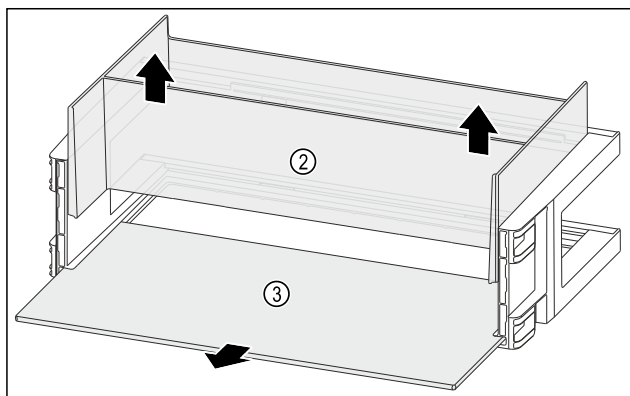

Fig. 132
- Retirer l'Organizer Fig. 132 (2) vers le haut.
- Retirer la tablette de rangement Fig. 132 (3).